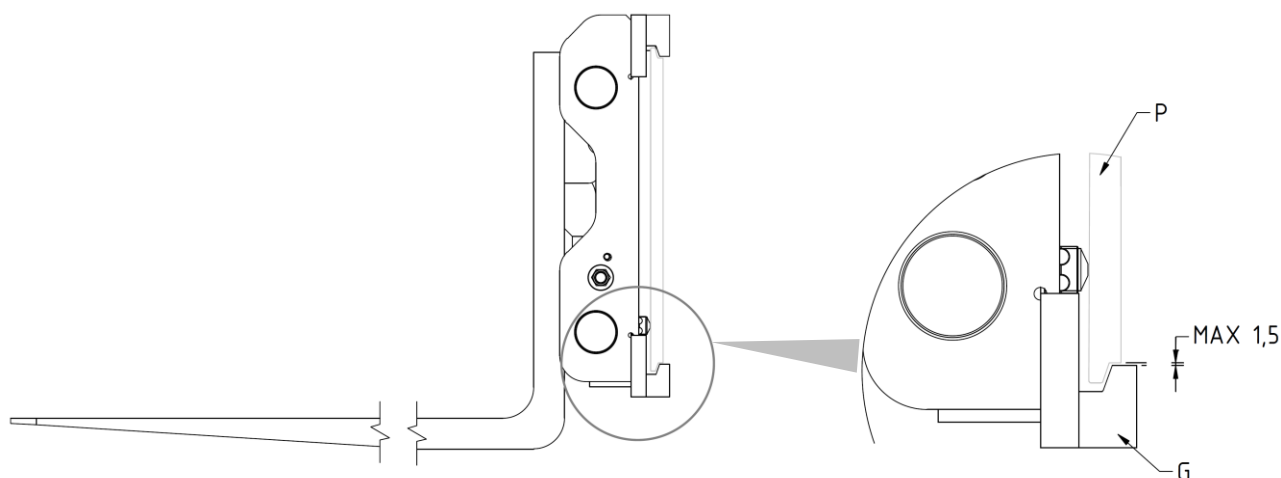

Figura 4
8. Riavvitare i 2 ganci inferiori **G** in modo che il corpo di questi rimanga agganciato anche inferiormente alla piastra porta forche **P** (con gioco max. 1,5mm, vedi dettaglio *Figura 4*), serrando con coppia di serraggio indicata nella *Tabella 3*.